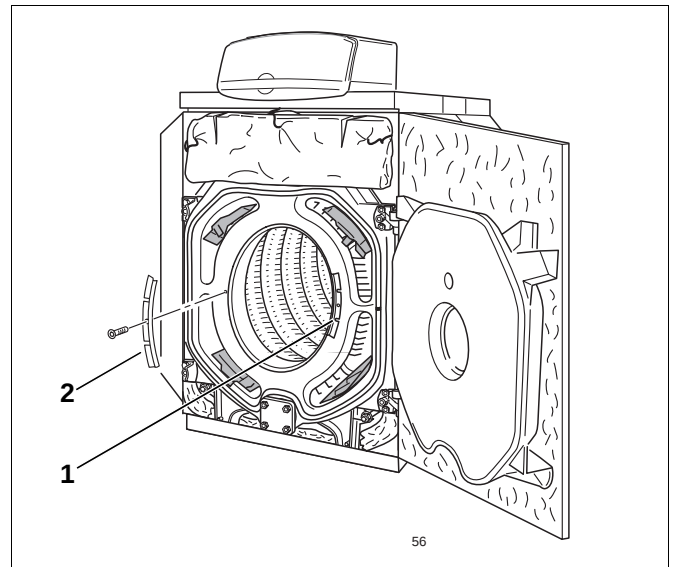
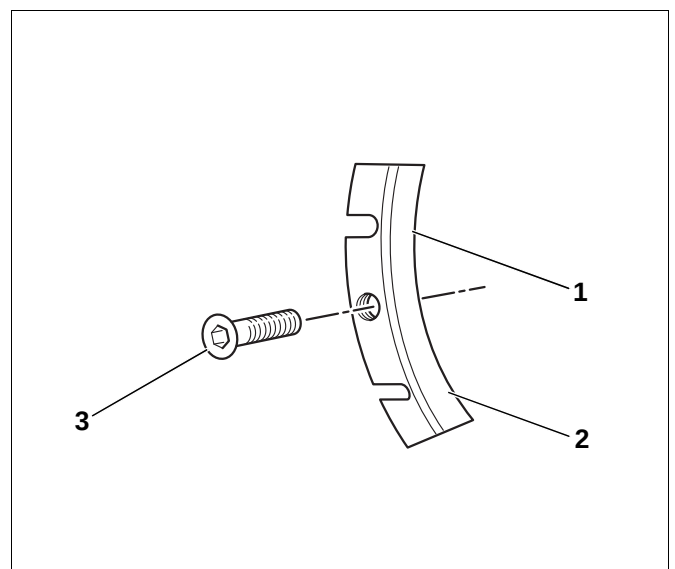

Abb. 72 Position der Heizgassperrplatten
Abb. 73 Heizgassperrplatte
- Jeweils die Innensechskantschraube in der Heizgassperrplatte lösen und die Heizgassperrplatten links und rechts entfernen (Abb. 72, **Pos. 1** und **2**).
- Jeweils die Innensechskantschraube (Abb. 73, **Pos. 3**) in der Heizgassperrplatte lösen und die Heizgassperrplatten links und rechts entnehmen (Abb. 72, **Pos. 1** und **2**).
- Heizgassperrplatte so auf eine Unterlage legen, dass die Einkerbungen (Abb. 73, **Pos. 1** und **2**) hohl liegen. Mit einem Hammer ein Segment der linken und rechten Heizgassperrplatte abschlagen.